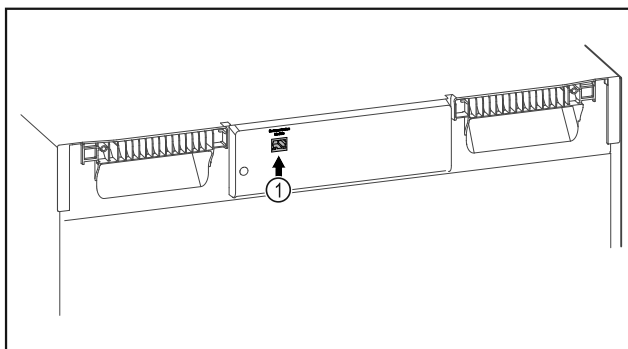

Fig. 112
- ☐ SmartModule Fig. 112 (1) встановлено.